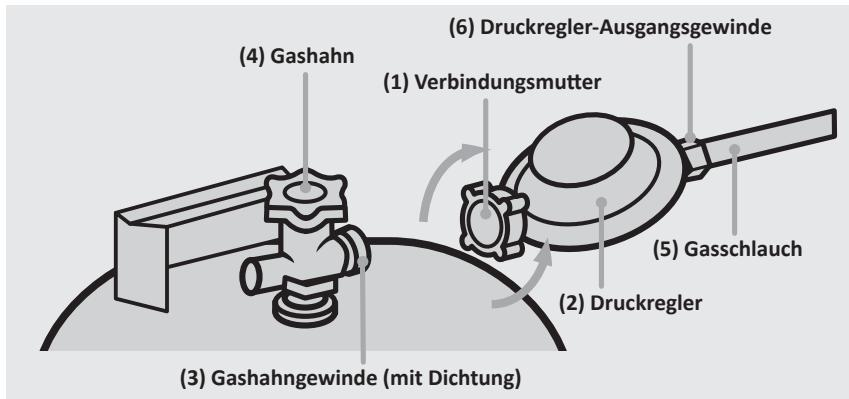

Abb.1: Montage des Druckreglers
2. Verbinden Sie den Druckregler mit der Gasflasche, indem Sie die Verbindungsmutter (1) des Druckreglers (2) durch Linksdrehung (von Hand) auf das Gashahngewinde (3) schrauben (siehe Abb. 1).
4. Verbinden Sie den Druckregler mit der Gasflasche, indem Sie die Verbindungs mutter (siehe Abb.1, Nr.1) des Druckreglers (siehe Abb.1, Nr.2) durch Linksdrehung (von Hand) auf das Gashahngewinde (siehe Abb.1, Nr.3) schrauben (siehe Abb. 1).